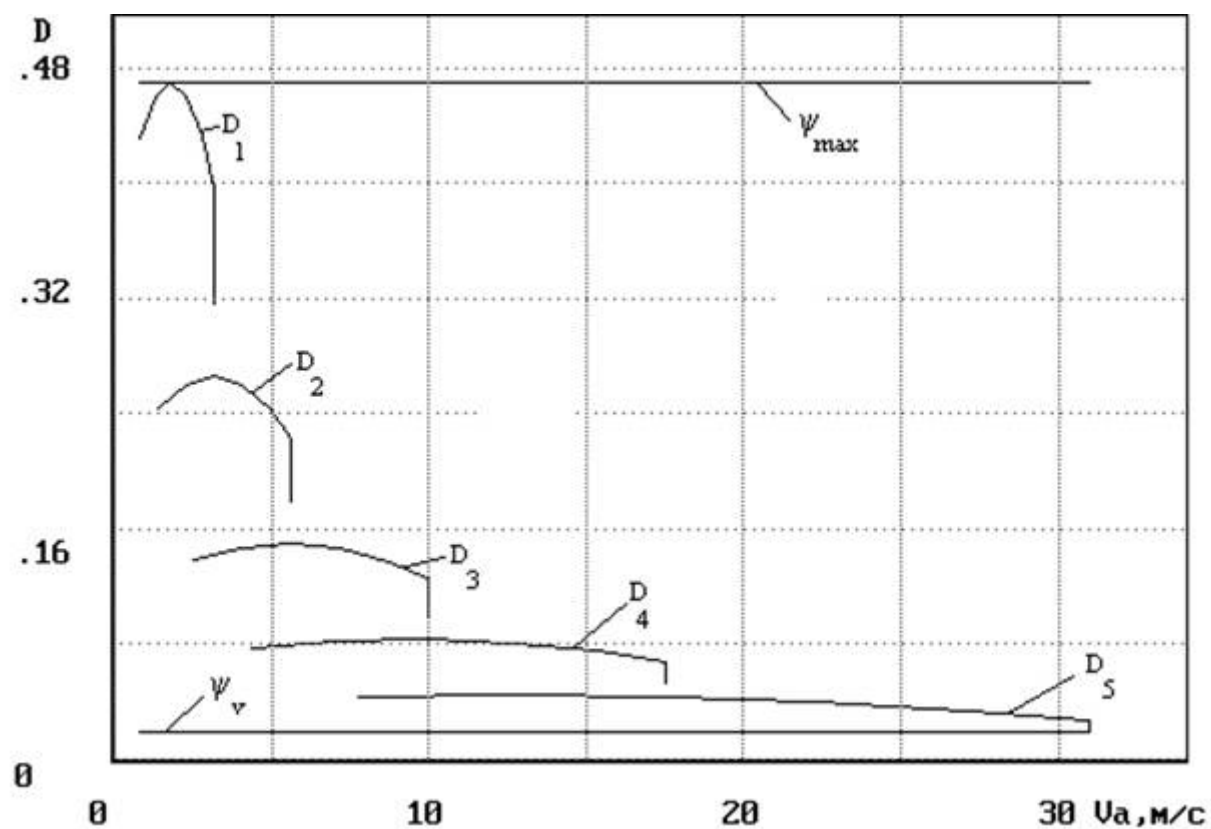

Рисунок 4 — Графік динамічного фактора
48. Який найбільший додатковий кут підйому може здолати автомобіль з динамічною характеристикою наведеною на рис. 4, якщо задано значення сумарного опору дороги ψ ?